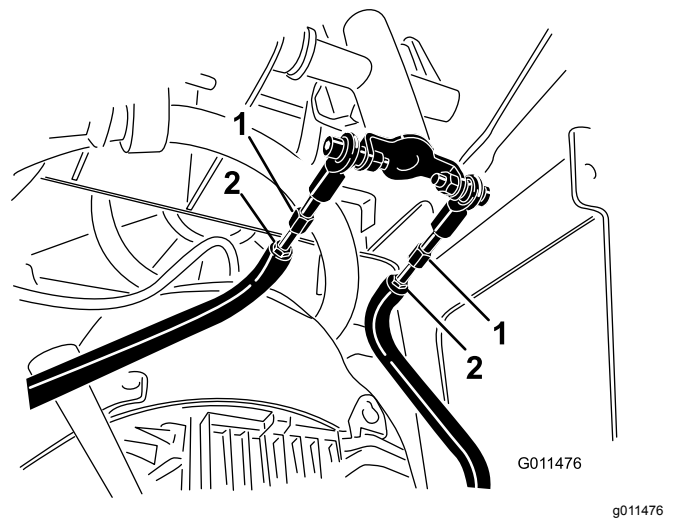

Bild 51
- D. Lösen Sie die Klemmmuttern an den Zugstangen unter dem Bedienfeld (**Bild 51**).